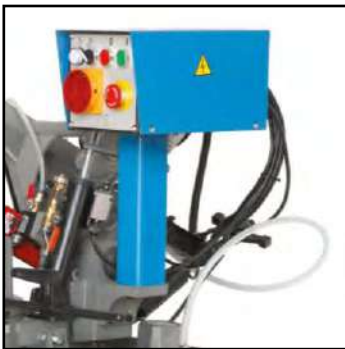

Figura 16 – Dettaglio fissaggio del quadro elettrico.
- posizionate il piantone del quadro elettrico sulla piastra di sostegno prevista nella parte destra della macchina (Figura 16);